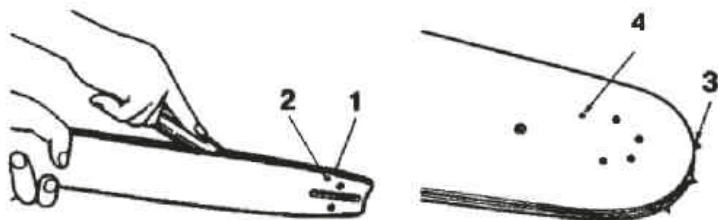

Рисунок 15. Схема обслуговування «шини» та веденої зірочки.
1. Видалити тирсу та бруд із жолоба шини, мастильних отворів і веденої зірочки (рис. 15).